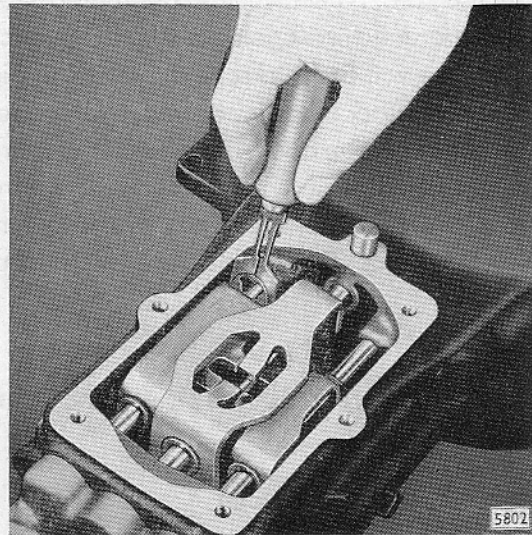

Bild B 15 - Sprengring in Nut der Schaltstange für 3. und 4. Gang mit Greifereinsatz 10 eindrücken
16. Neue Sprengringe in die Nuten der Schaltstangen mit Greifereinsatz 10 – handelsübliches Werkzeug – eindrücken (Bild B 15).